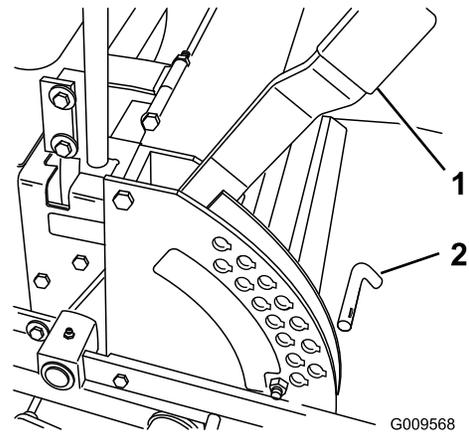

Рисунок 28
1. Поднимите рычаг высоты скашивания в ТРАНСПОРТНОЕ положение (которое также является положением высоты скашивания 127 мм) (Рисунок 28).
2. Для регулировки положения извлеките штифт из кронштейна регулировки высоты скашивания (Рисунок 28).
3. Выберите отверстие в кронштейне высоты скашивания, соответствующее требуемой высоте скашивания, и вставьте штифт (Рисунок 28).